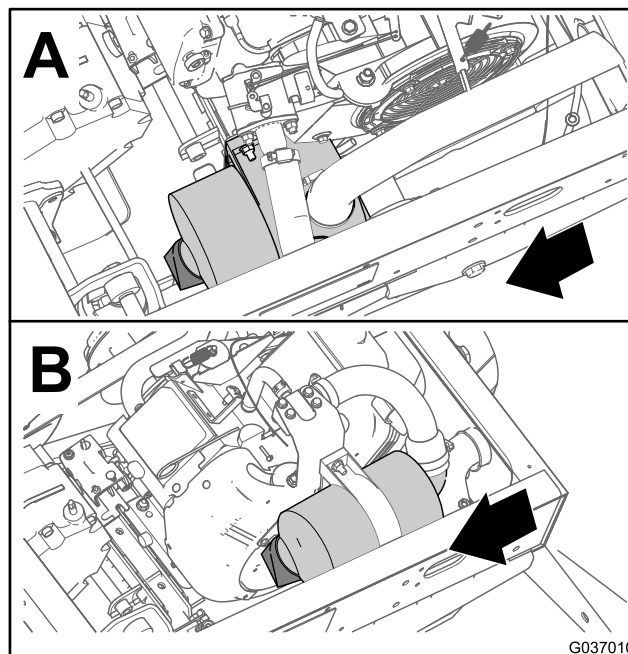
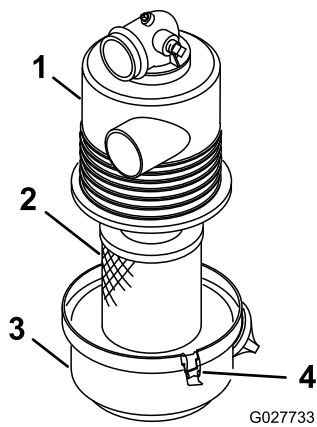

图 30
图 31
2. 检查空气滤清器壳体是否有可能导致空气泄漏的损坏图 30和图 31。
3. 松开将空气滤清器盖固定到空气滤清器外壳上的门锁图 31。
4. 从空气滤清器外壳上分离空气滤清器盖并清洁盖子的内部图 31。
3. 将空气滤清器滤芯插入空气滤清器外壳图 31。
4. 将空气滤清器盖与空气滤清器外壳对齐图 31。
5. 用门锁图 31将盖子固定到外壳上。